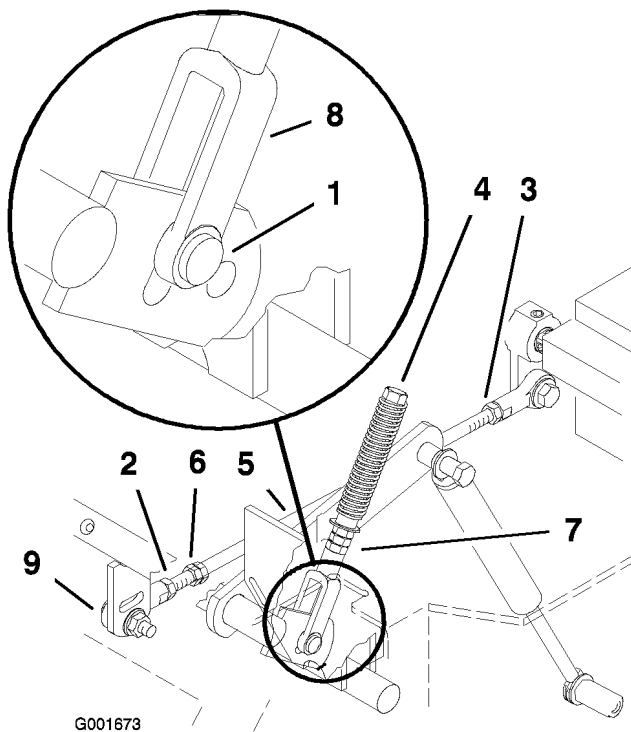

Figure 51
6. Tirez-le ensuite en arrière jusqu'à ce que l'axe de chape (situé sur le bras au-dessous de l'axe de pivot) touche l'extrémité de la fente (c.-à-d. commence juste à appuyer sur le ressort) (Figure 51).
8. Si un réglage s'impose, desserrez l'écrou et l'écrou de blocage vissés contre la chape (Figure 51).
10. Serrez l'écrou et l'écrou de blocage (Figure 51).